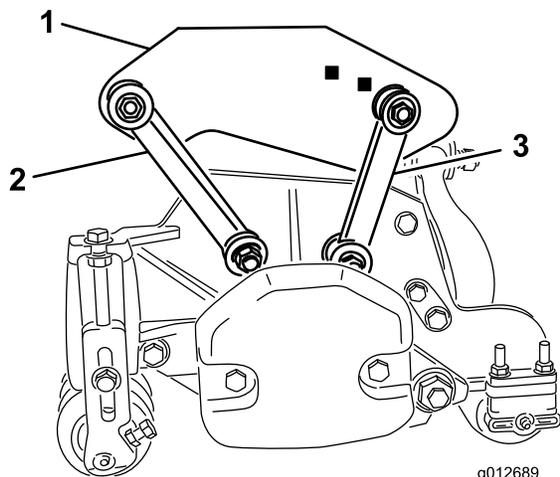

Figura 19
- Fissate i tiranti di montaggio anteriori nei fori del telaio portante con un bullone (3/8 x 2-1/4 pollici), 2 rondelle piane e un dado di bloccaggio, come mostrato in Figura 19. Posizionate una
- Fissate i tiranti di montaggio posteriori nei fori del telaio portante posteriore con un bullone (3/8 x 2-1/4 pollici), 2 rondelle piane e un dado di bloccaggio, come mostrato in Figura 19. Posizionate una rondella su ogni lato del tirante durante il montaggio. Serrate i fermi a 42 Nm.